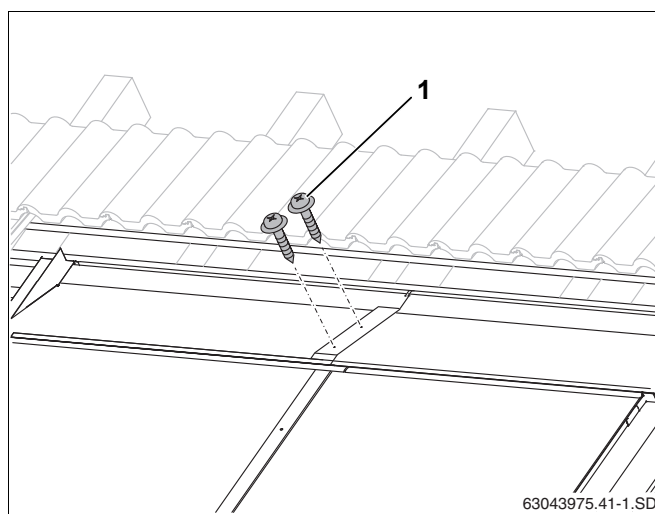

Рис. 59 Соединение верхних накладных листов саморезами
- ▶ Места перехлеста листов закрепите тремя прилагаемыми саморезами длиной 25 мм (рис. 59, поз. 1).